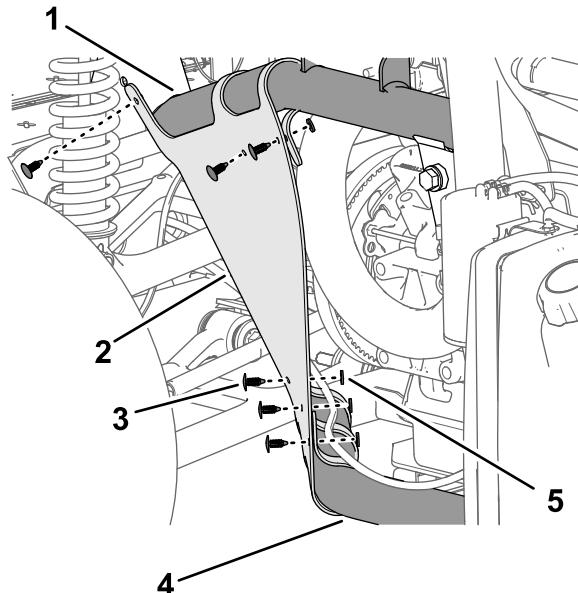

图218
图218。
3. 如 图218 所示将挡泥板中的孔与机器机架中的孔对齐。